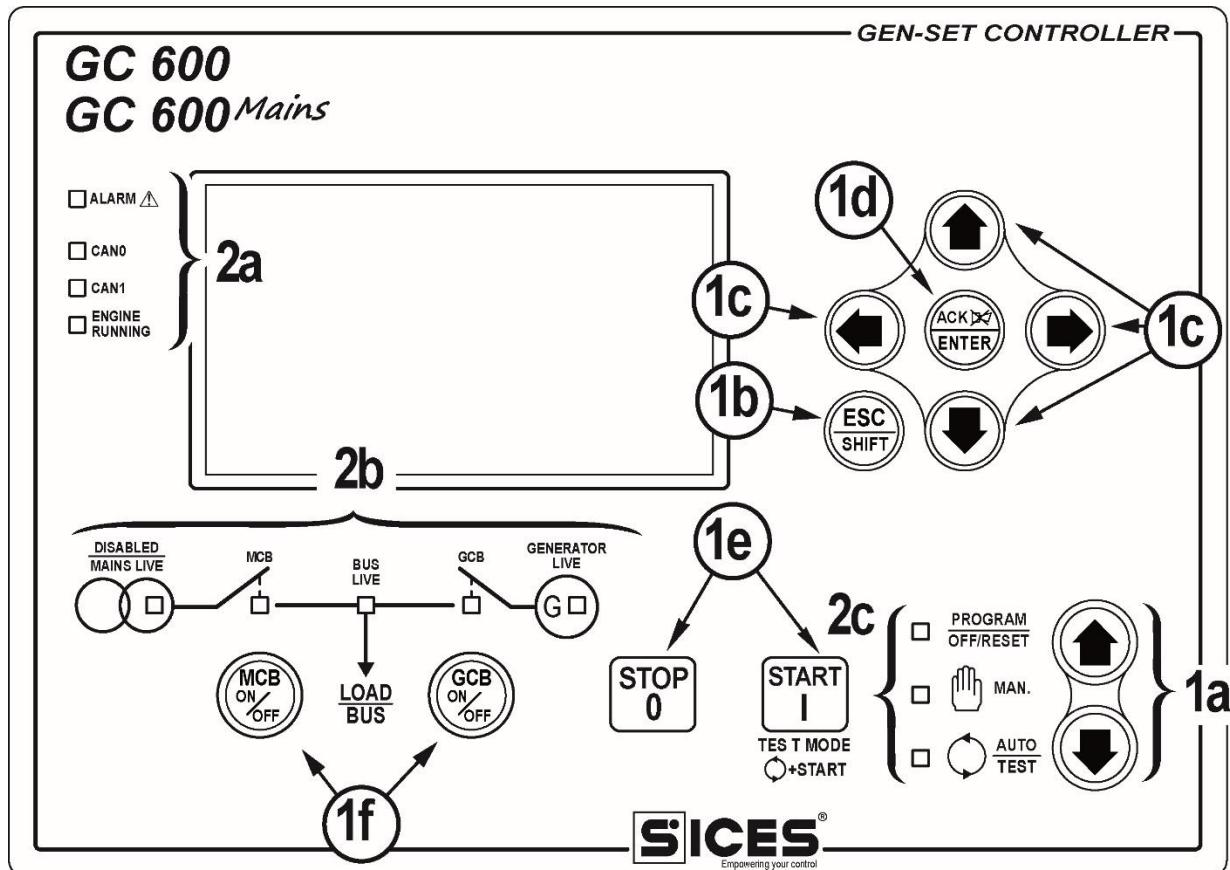

Fig. 1 – Pannello frontale
6.2 Pulsanti (riferimento alla fig. 1 e 2)
6.3 Spie di segnalazione (riferimento alla fig. 1 e 2)